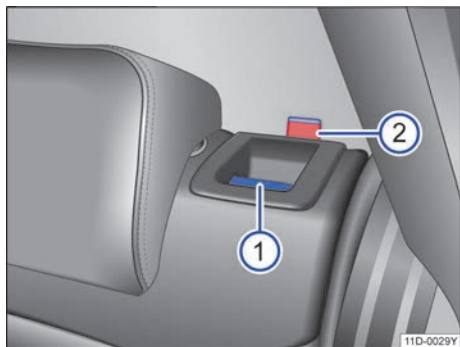

图 63 后排座椅靠背：分离按钮①；红色标记②
- 向前拉分离按钮→图63①，同时前折靠背。
- 松开后排座椅靠背后应能看见按钮上的红色标记②。